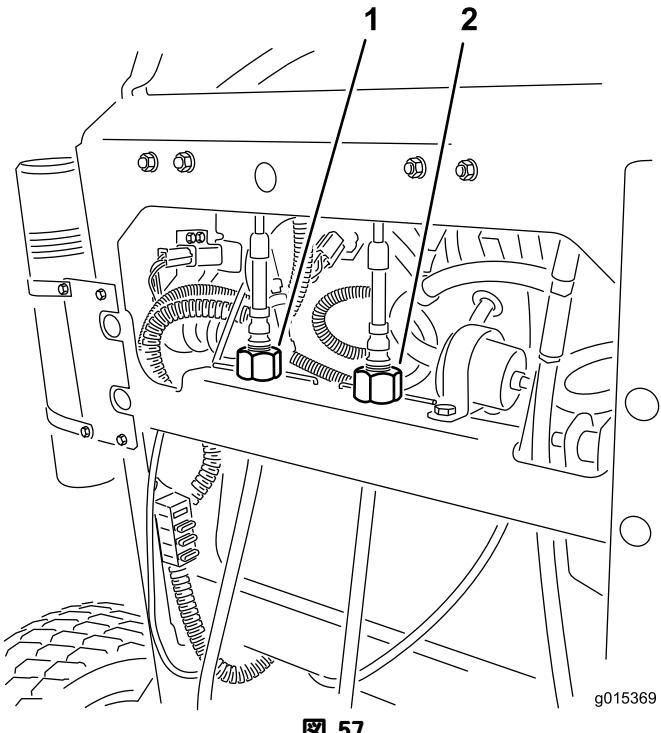

図 57
4. 右ケーブル調整器を回して、右側コントロールレバーがコントロールパネルのニュートラルロックスロットの中央にくるようする（図 57）。